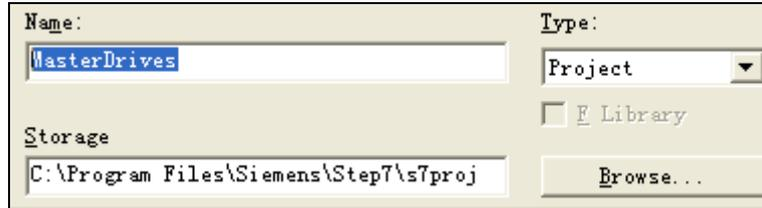

图 2-4 创建工程项目
(1) 单击 Start->Program->SIMATIC-> SIMATIC Manager, 启动 Step 7。
(2) 此时会弹出创建项目的向导窗口, 可以点击“Cancel”取消向导。
(3) 选择 File->New 或单击  按钮, 创建一个新的项目。并在弹出的新建项目对话框中设置项目名称“MasterDrives”, 点击“OK”, 如图 2-4 所示。